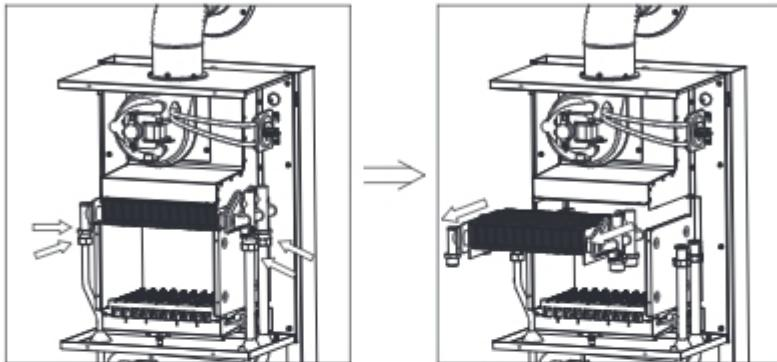

Рис.12
- 3) Используйте гаечные ключи с указанием 26мм 30мм, чтобы освободить гайки на входе / выходе медной трубы, которые, соединяющие теплообменник; вынуть основной теплообменник, нажав наружу (как рис.12)